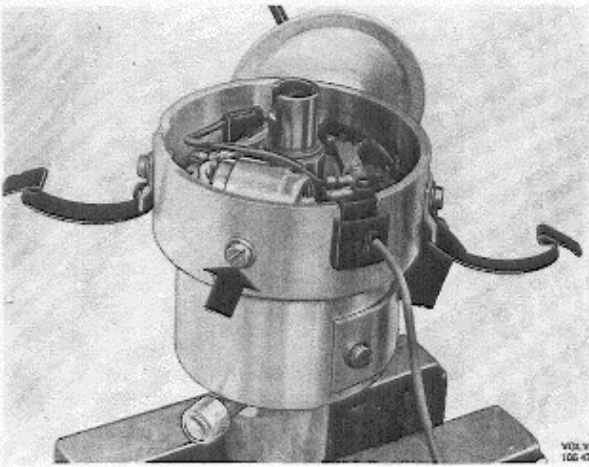

Abb. 3-48 Ausbau von Kondensator und Primärleitung
2. Federklammern nach Kennzeichnung ihrer Einbaulage entfernen. Kabelschuh des beweglichen Unterbrecherhebels vom Primäranschluß am Zündverteiler abklemmen und den Kondensator ausbauen, siehe Abb. 3-48.